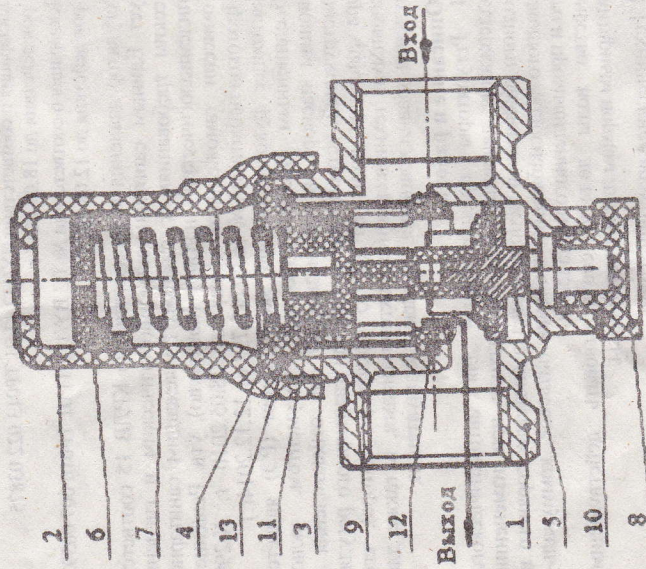

Рис. 1 Регулятор давления воды квартирный КРДВ 15
- снять сетку-фильтр (9) и промыть ее до полного удаления осадка, при необходимости использовать кисть;
- установить сетку-фильтр на место, вставить блок регуляровки в корпус регулятора (1), при этом уплотнительные кольца должны быть установлены согласно рис. 1;
- установить пружину и завернуть крышку на корпусе так, чтобы стакан (4) был поджат и с помощью резинового кольца (13) обеспечив герметичность регулятора относительно внешней среды.